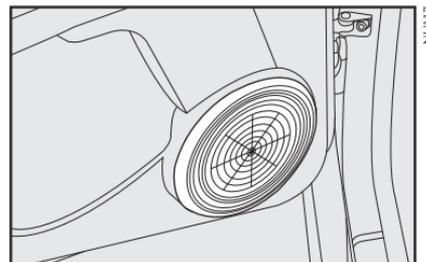

fig. 93
- dois alto-falantes full-range traseiros de 5" com 20 W RMS de potência cada **fig. 93**.